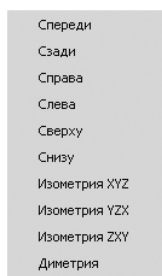

Рис. 1.111. Всплывающее меню пункта **Ориентация** контекстного меню **Анимационного окна**
- щелкните в контекстном меню по пункту **Ориентация**. Появится всплывающее меню, см. рис. 1.111;